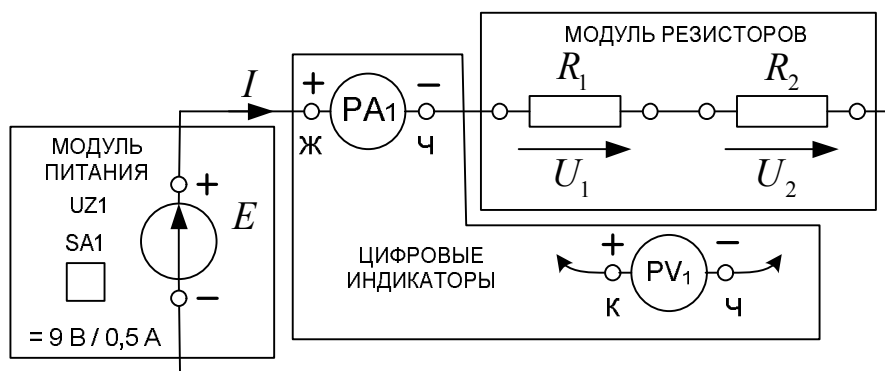

Рис. 1.2. Схема опыта 1
1) Собрать электрическую цепь по схеме, приведенной на рис. 1.2 протокола измерений.